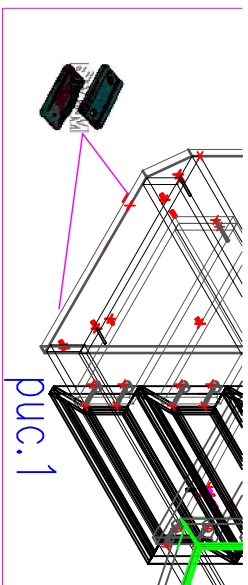

рис.1
1. На торцы деталей 1,2 согласно схемы сборки установить подпятники Ф №1 (рис.1)